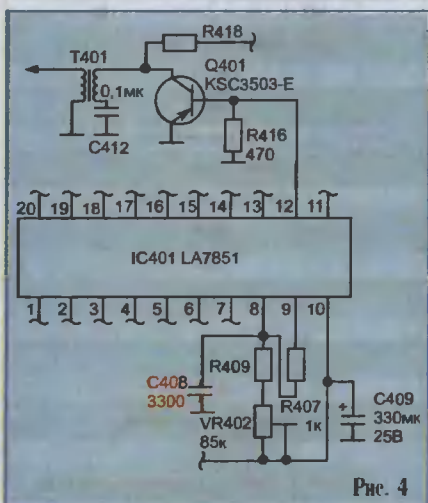

Рис. 4
4. На экране видеомонитора "Samsung CVL 495" сразу после его включения наблюдается "травление" изображения по горизонтали. При измерении осциллографом импульсов на выв. 12 микросхемы (рис. 4) оказалось, что частота их следования завышена. Выв. 12 микросхемы LA7851 является выходом генератора строчной развертки. После замены конденсатора C408 емкостью 3300 пФ на другой, заведомо исправный, изображение восстановилось. При проверке замененного конденсатора различными приборами (тестером, измерителем ем-